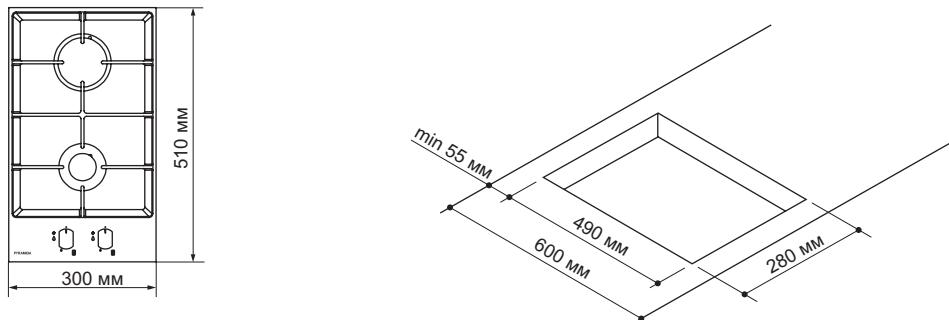

Рис. 5
- Размеры отверстия для встраивания варочной поверхности должны соответствовать размерам, указанным на Рис.5.